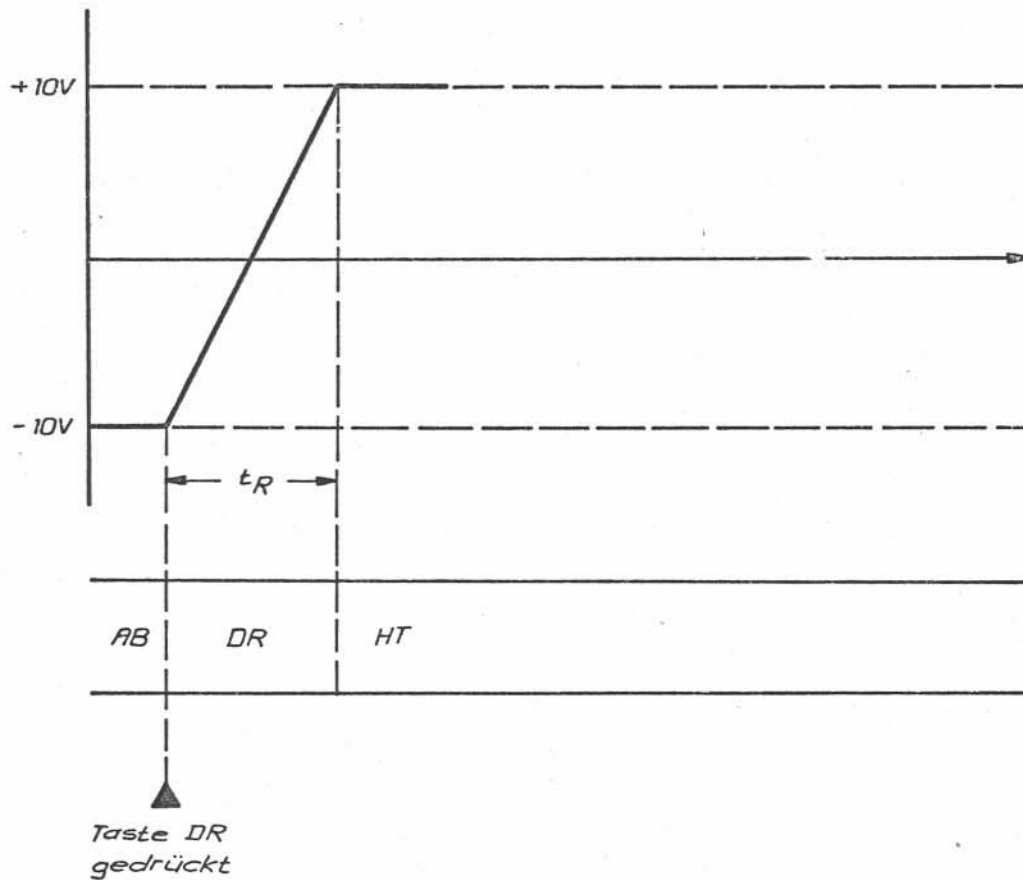

Bild 4.5: Ausgangsspannung des Zeitgebers bei Repetierend Rechnen mit Halt (RR, mHT)
Wenn nach Betätigen der Tasten 19 (RR) ^{+) und 20 (mHT)} ein Rechenvorgang über die Taste DR gestartet wird, ergibt sich ein Verlauf nach Bild 4.5.